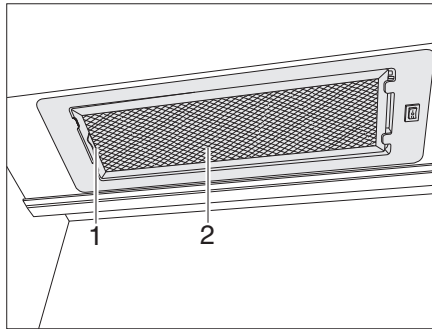

Bild 156 Dunstabzug
- Den Hebel (Bild 156,1) nach innen drücken.
- Den Filter (Bild 156,2) nach unten entfernen.